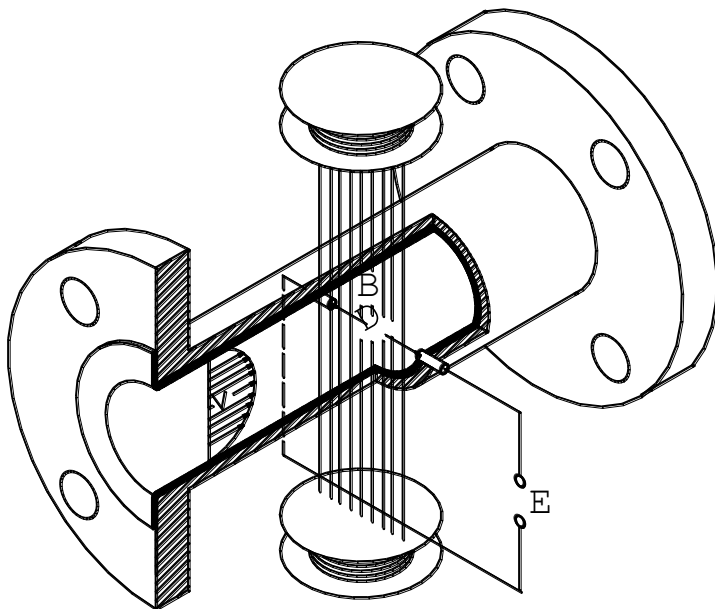

Рис.4.1
4.1.1 Принцип действия расходомера основан на явлении электромагнитной индукции (см. рис. 4.1).
4.2.3 ППР представляет собой отрезок трубопровода из немагнитного материала (см. рис.4.1), внутренняя поверхность которого футерована диэлектриком (фторопластом). В диаметрально противоположных стенках трубопровода установлены два электрода, контактирующие с измеряемой средой и предназначенные для съёма ЭДС индукции (E). Благодаря такой конструкции ППР расходомер вносит минимальное гидравлическое сопротивление в поток жидкости. Магнитная система ППР состоит из двух согласно включённых катушек возбуждения и магнитопровода. ЭДС индукции усиливается в блоке аналоговой обработки ППМ, преобра-